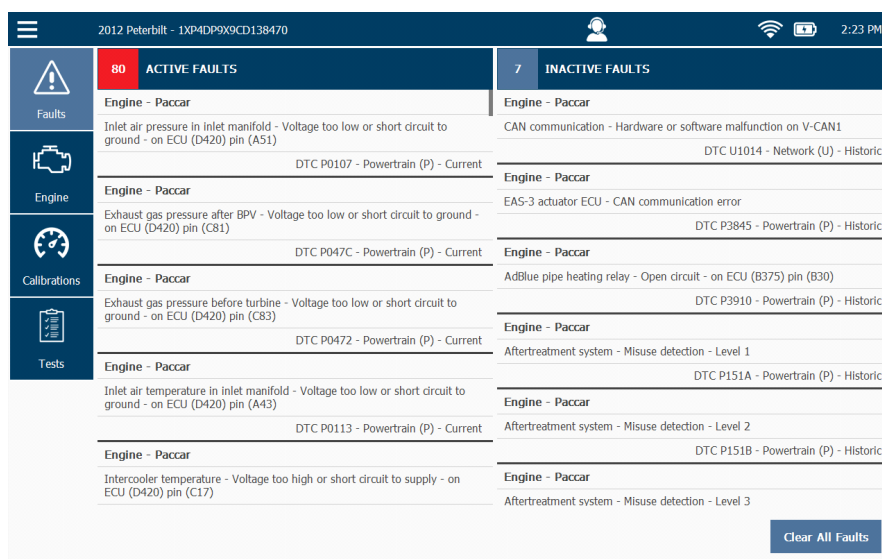

Figura 4.2 Pantalla de fallas
- 5 Toque la pestaña **flecha atrás** para volver a la lista de fallas (Figura 4.2).